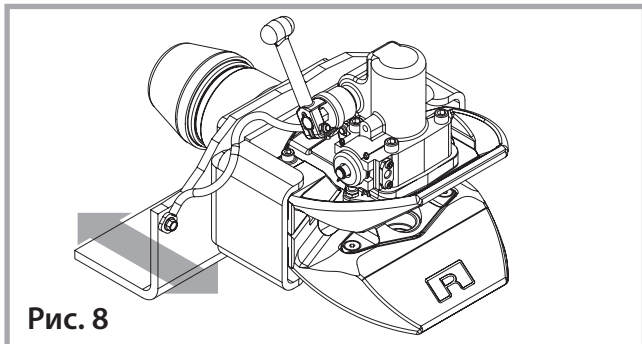

Рис. 8
- С усилием двигать головку тягово-сцепного устройства (а не ловитель) в расцепленном положении в направлении движения транспортного средства (см. рис. 8): **не должно быть продольного люфта.**